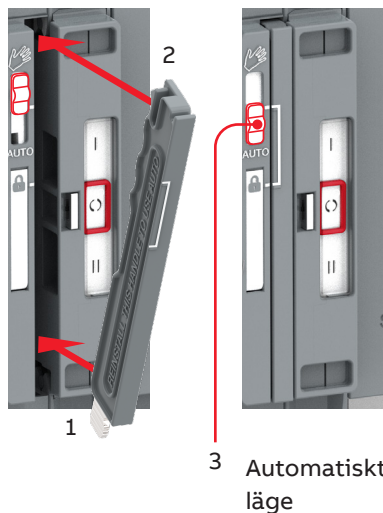

Fig. 3.6 Manövreringshandtaget måste ställas tillbaka till standbyläget innan man ändrar till automatiskt läge
- **Lås-position = låsläge**, låser den automatiska reservkraftsomkopplaren i en viss position för att förhindra automatisk och manuell manövrering. Obs! När handtaget är tillbaka på sin plats (standbyplatsen) flyttas skjutomkopplaren automatiskt till låsläget omkopplaren kan låsas. För att sätta tillbaka manöverhandtaget på plats, se den vänstra bilden i fig. 3.6.